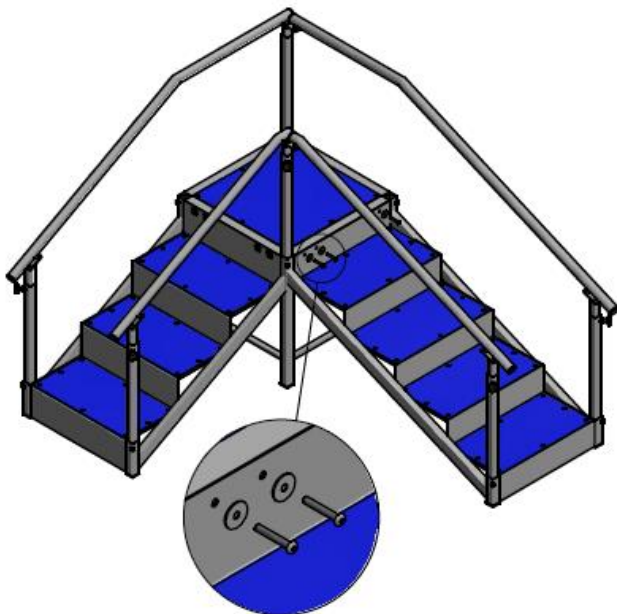

**FIGURA 4**
- Posizionare a terra tutti i componenti (figura 4) individuando viterie posizione (9-11).
- Avvitare la rampa a 4 gradini posizione (2) al pianerottolo posizione (1) con le apposite viti m8x50
- Una volta fissate le gambe posizione (4) inserire gli scorrevoli zincati nella posizione indicata nella figura 4: